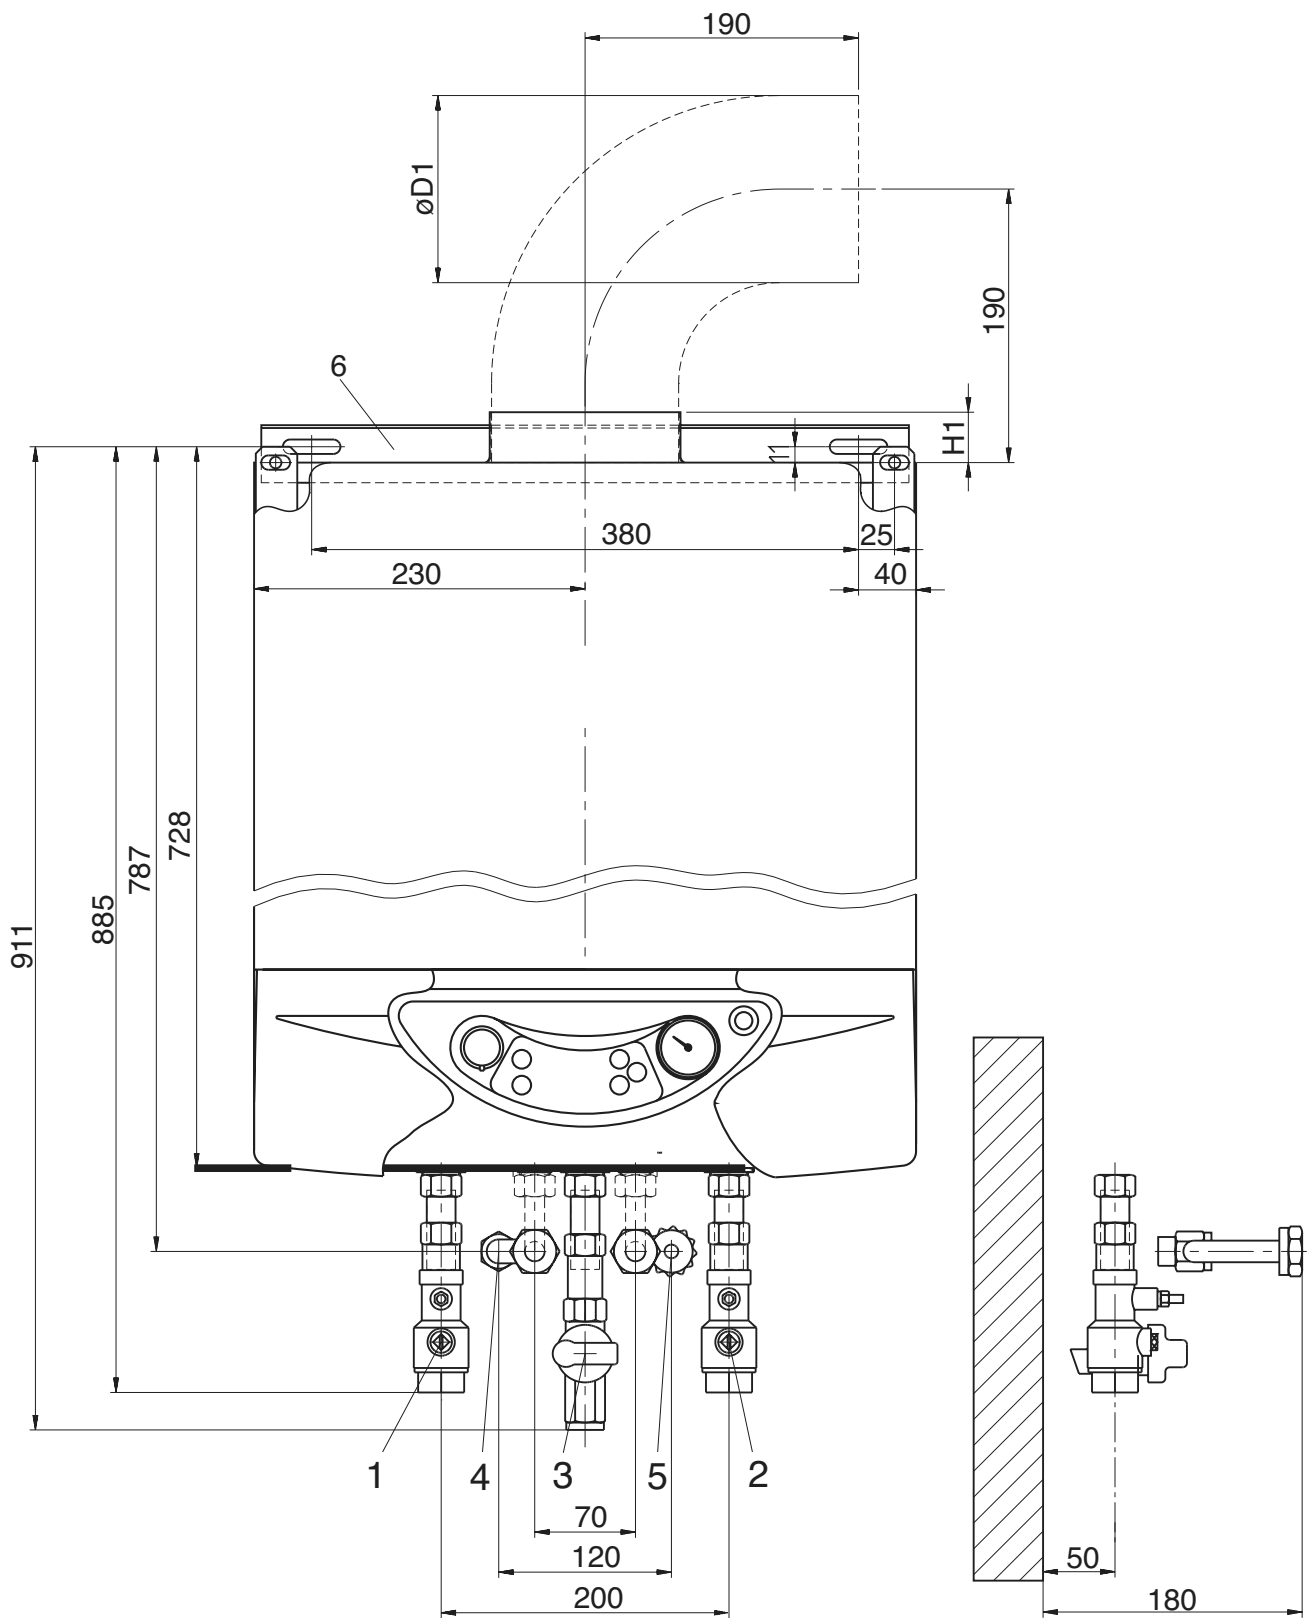
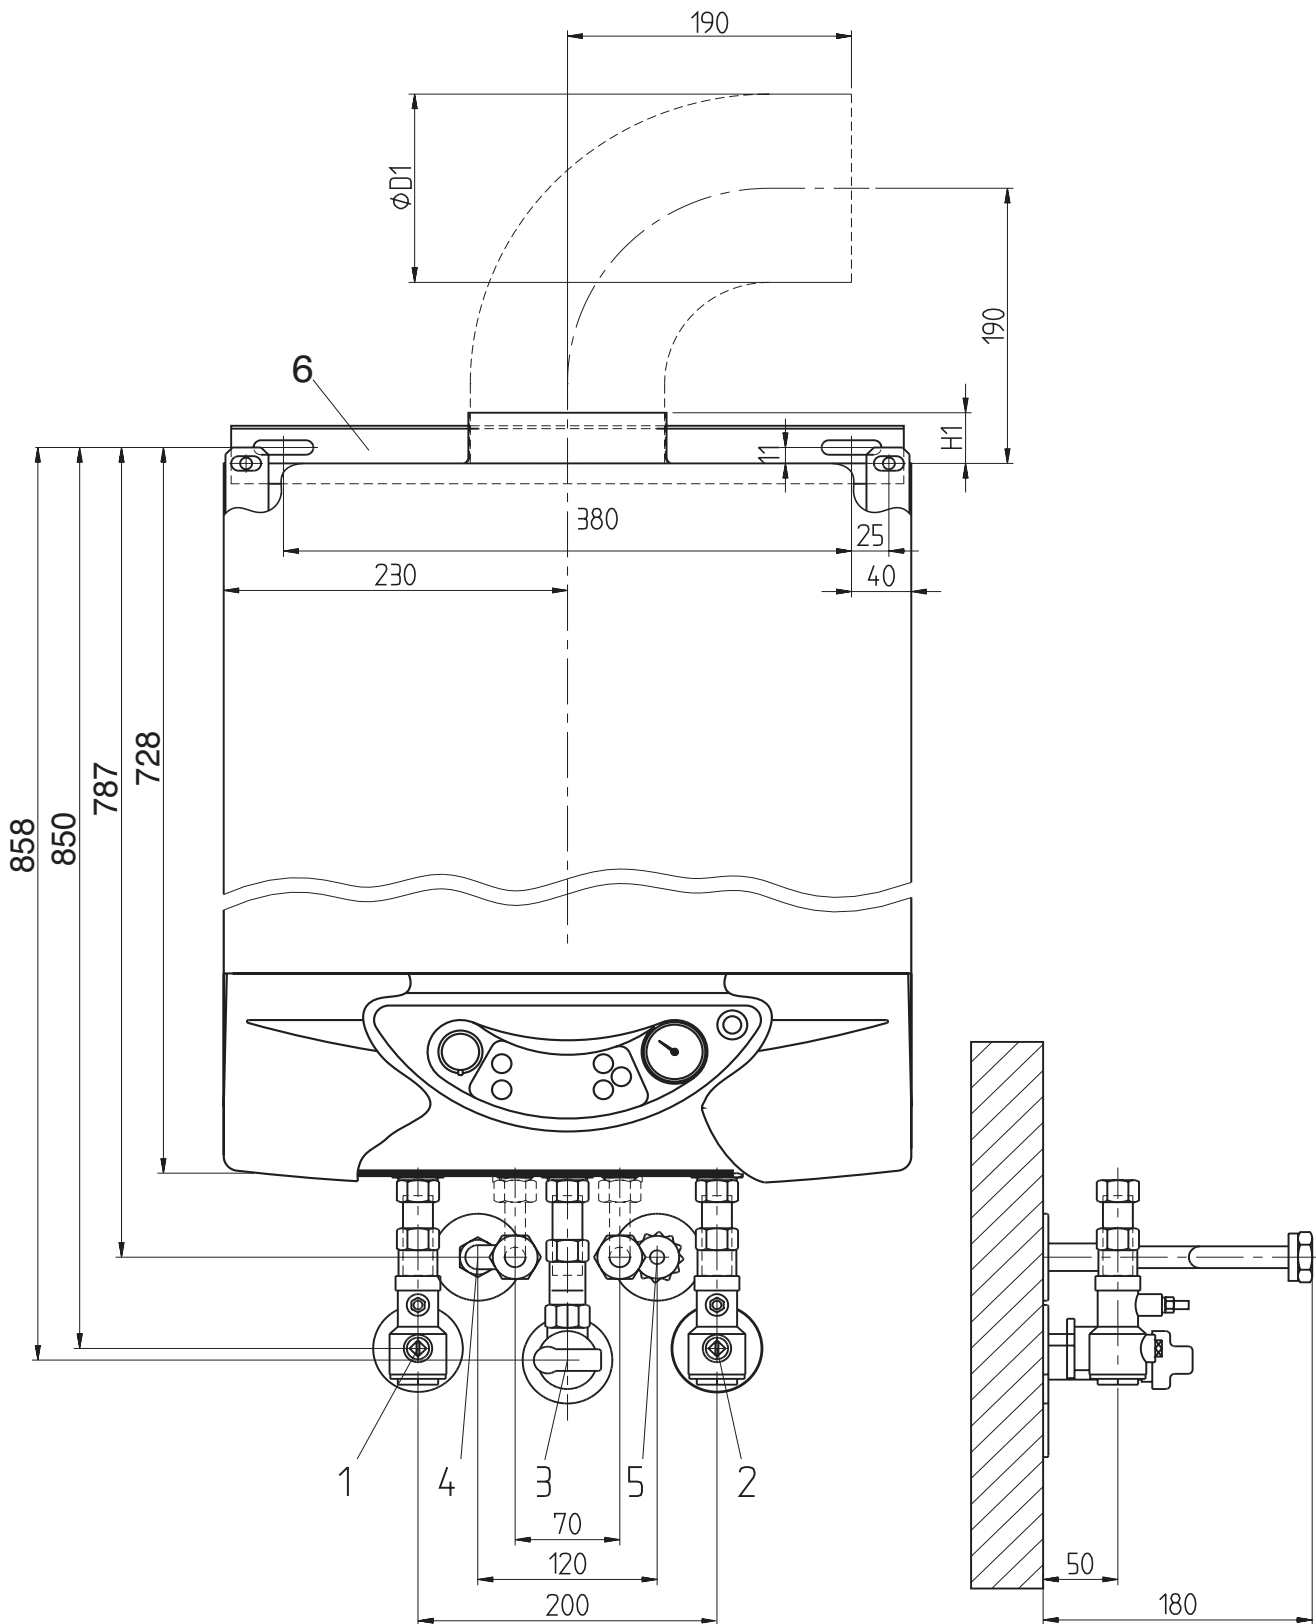

Abb. 4.5
Abb. 4.6
- Bei der Installation der Rohrleitungen und des Anschlußzubehöres beachten Sie die Maße in Abb. 4.5 bzw. Abb. 4.6.
- Montieren Sie die Montagesschiene entsprechend der Maße in Abb. 4.5 bzw. Abb. 4.6 an die Wand.